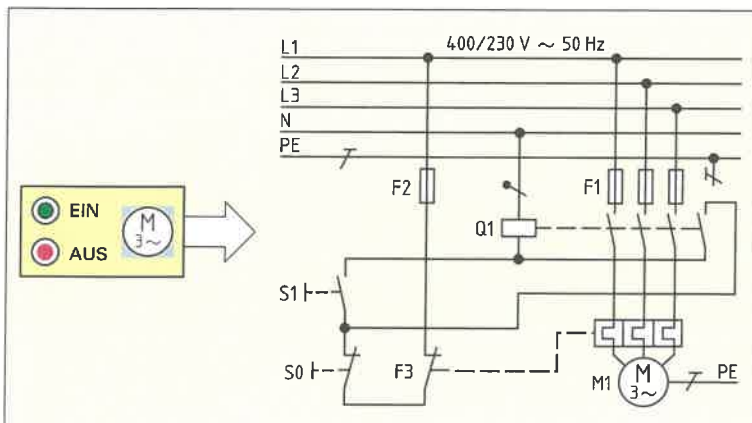

Bild 3: Schützenschaltung
2. Zeichnen Sie im **Bild 3** die Leitungen und Kontakte des Steuerstromkreises rot nach.